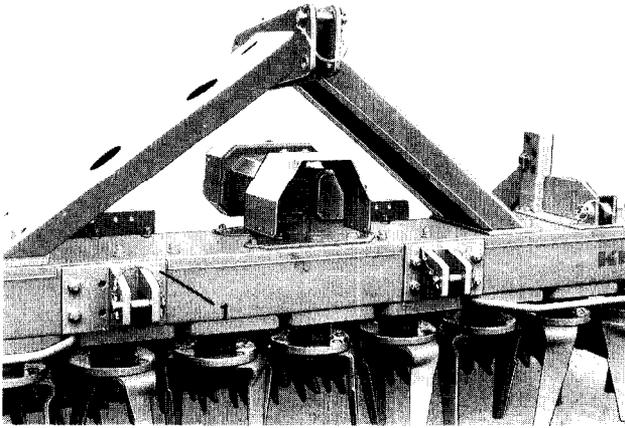
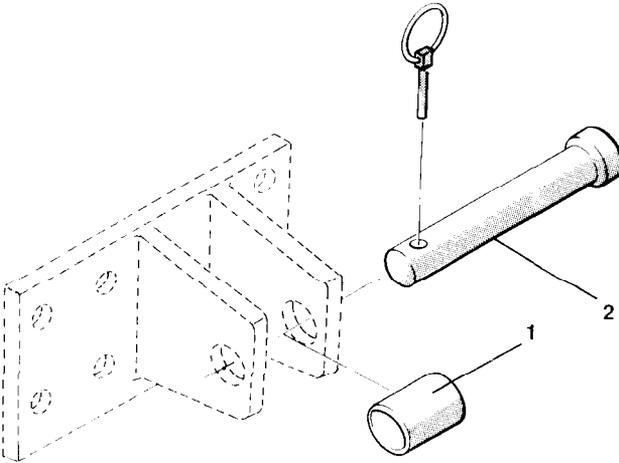

Fig. 7
Fig. 8
Der Kreiselgrubber (-egge) ist serienmäßig mit Unterlenkerböcken der Kategorie II (Fig. 7/1) mit zugehörigem Unterlenkerbolzen ausgerüstet. Sollte Ihr Schlepper zum Ankuppeln an die serienmäßigen Unterlenkerböcke nicht ausgerüstet sein, stehen Ihnen nachfolgende Unterlenker-Kupplungselemente zur Verfügung.
- a) Wird der Anschluß Kat. III benötigt, sind die Unterlenkerböcke Kat. II (Fig. 7/1) an der Bodenbearbeitungsmaschine umgedreht zu befestigen. Auf jeden Unterlenkerbolzen Kat. II ist eine Buchse Kat. III (Fig. 8/1) (Bestell-Nr. 6309000) zu schieben.
- b) Der serienmäßig gelieferte Unterlenkerbolzen kann ausgetauscht werden gegen einen Unterlenkerbolzen für Fendt-Schnellkuppler (Fig. 8/2) (Bestell-Nr. 6129000).